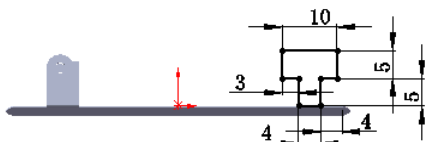
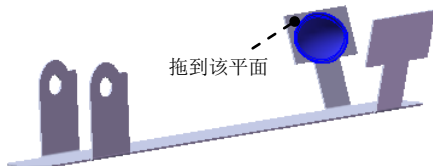

图 15.4.25 边线一法兰 2 草图
图 15.4.27 成形特征 1
(3) 定义法兰参数。
① 定义法兰角度值。在 **角度(G)** 区域的下拉列表中输入角度值 75.0。
② 定义长度类型和长度值。在“边线法兰”对话框 **法兰长度(L)** 区域的下拉列表中选择 **给定深度** 选项，在 文本框中输入深度值 1.0。
③ 定义法兰位置。在 **法兰位置(N)** 区域中单击“折弯在外”按钮 。
(4) 单击 按钮，完成边线—法兰 2 的初步创建。
(5) 编辑边线一法兰 2 的草图。在设计树的  边线-法兰 2 上右击鼠标，在弹出的快捷菜单中单击“编辑草图”按钮 ，系统进入草图环境。绘制图 15.4.25 所示的草图。退出草图环境，此时系统完成边线一法兰 2 的创建。
Step9. 创建图 15.4.25 所示的成形特征 1。
- (1) 单击任务窗格中的“设计库”按钮 ，打开“设计库”对话框。
- (2) 单击“设计库”对话框中的  ch15 节点，在设计库下部的列表框中选择“barrette_shaped_tool_05”文件并拖动到图 15.4.27 所示的平面，在弹出的“成形工具特征”对话框中单击  按钮。